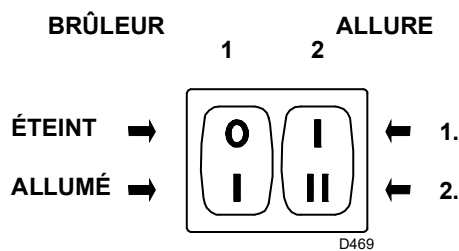
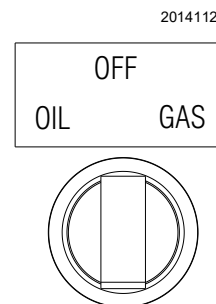

Fig. 30
Fig. 31
Maintenir le brûleur en mode de fonctionnement à 1re allure en plaçant l'interrupteur 2)(Fig. 30) en position 1re allure. Le réglage du volet du ventilateur s'obtient en agissant sur le levier orange du servomoteur («Réglage du servomoteur» à la page 32).
Placer l'interrupteur 2)(Fig. 30) en position 2e allure. Le réglage du volet du ventilateur s'obtient en agissant sur le levier rouge du servomoteur («Réglage du servomoteur» à la page 32).
Démarrer le brûleur en fermant les télécommandes, avec l'interrupteur 1)(Fig. 30) en position « **ALLUMÉ** » et avec le sélecteur de combustible en position « **FIOUL** » (Fig. 31).
Quand le fioul ressort par la vis 3)(Fig. 23 à la page 23) la pompe est amorcée. Arrêter le brûleur : interrupteur 1)(Fig. 30) en position « **ÉTEINT** » et visser la vis 3).
- l'interrupteur 1)(Fig. 30 à la page 29) en position « **BRÛLEUR ALLUMÉ** » ;
- l'interrupteur 2)(Fig. 30 à la page 29) en position « **1re ALLURE** » ;
Mettre l'interrupteur 2)(Fig. 30) en position 2e allure : le servomoteur ouvrira le volet d'air sur la valeur précédemment réglée pour le fioul et commandera l'ouverture de la vanne de gaz de 2e allure VR2.
Mettre l'interrupteur 2)(Fig. 30) en position 1e allure : le servomoteur ouvrira le volet d'air sur la valeur précédemment réglée pour le fioul et commandera l'ouverture de la vanne de gaz de 1e allure VR1.